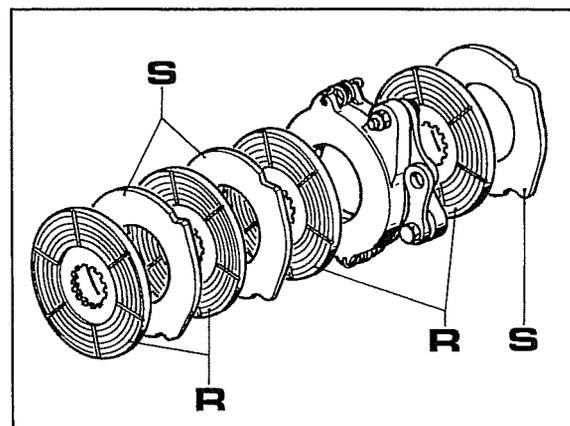

Fig. 23
- La fig.23 représente la masse de freinage complète montée sur les machines à partir du châssis numéro C467494.